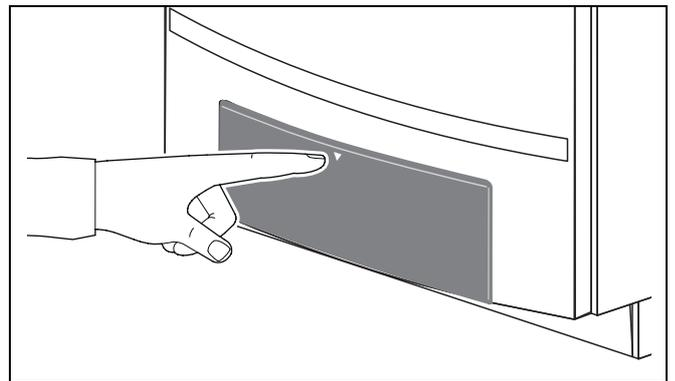

Fig. 97 Aprire il pannello di servizio
- Aprire il pannello di servizio premendolo (fig. 97).